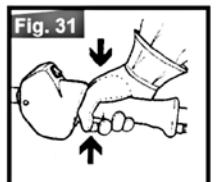
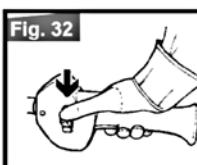

Fig. 31
Fig. 32
5. Pressione até o fundo a alavanca do acelerador (Fig. 31).
6. Mantendo pressionadas as alavancas (Fig. 31), empurre até o fundo o botão do meio acelerador (Fig. 32).